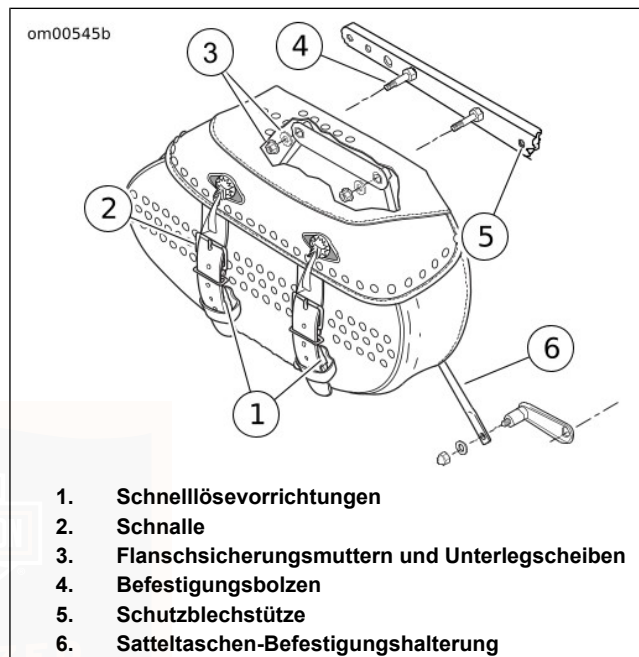

Abbildung 16. Satteltaschen-Baugruppe: FLSTC abgebildet
1. Siehe Abbildung 16. Die Satteltaschen-Halterriemen lösen.
1. Siehe Abbildung 16. Die Satteltasche so anbringen, dass die Befestigungslöcher auf die Schutzblechstütze ausgerichtet sind.